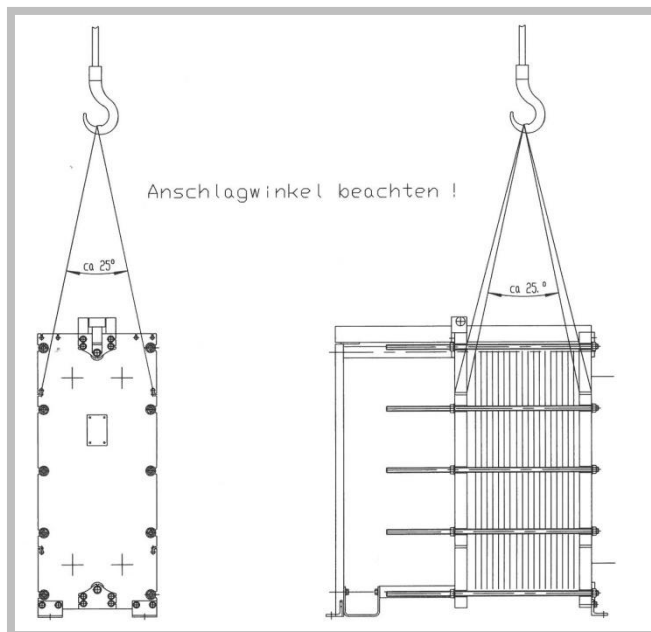

Figura 28
1. Fije los medios de sujeción apropiados en los ojales de enganche previstos en las placas del bastidor (Figura 28). No utilizar eslingas de cadena. El ICP puede resultar dañado y resbalar.
3. Tenga en cuenta el ángulo de fijación correcto de aprox. 25° (Figura 28).